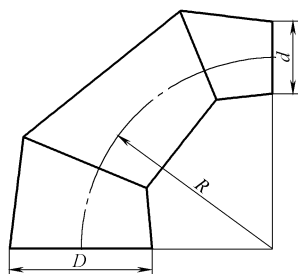

图 2-16
4. 划三节 90° 变径管并展开 (图 2-16)。已知: $D = \phi 60\text{mm}$, $d = \phi 30\text{mm}$, $R = 80\text{mm}$ 。